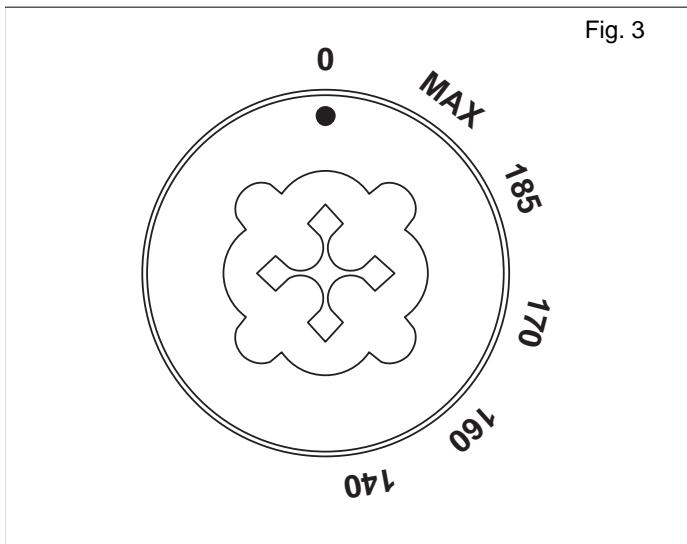

Fig. 3
- Ruotare la manopola (Fig. 3) e portarla nella posizione con la dicitura corrispondente alla temperatura desiderata.
- Riportare la manopola (Fig. 3) sulla posizione "0".